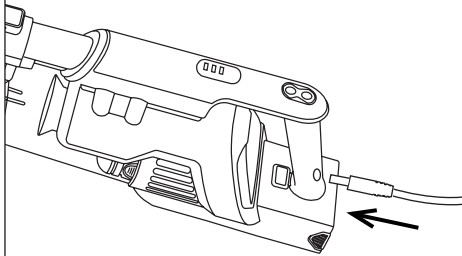

Fig 4
- Acoplar el tubo a la entrada aire del aspirador y la zapata al final del tubo de extensión (D).
aspirador, presione botón de liberación de los accesorios (K) y estire hacia fuera. (Fig.4).